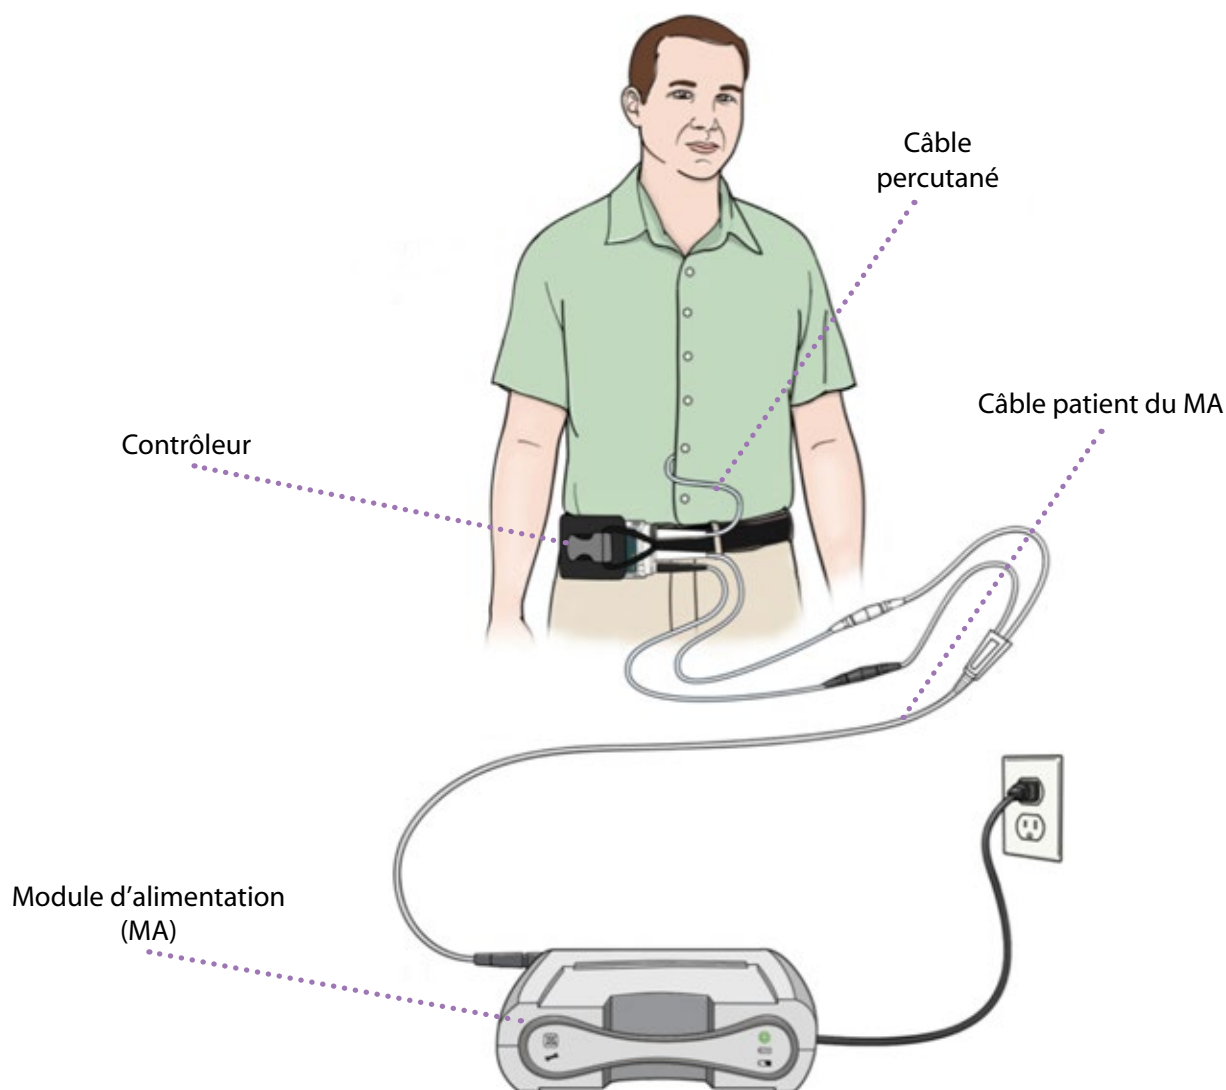

FIGURE 4 • Composantes du DAVG de type *Heart Mate II* - **RELIÉ AU MA**
Les paramètres de la pompe sont transmises par le contrôleur. La pompe et le contrôleur sont reliés ensemble par le câble percutané (Figure 4).
- ▶ le module d'alimentation (MA) connecté à une prise de courant (Figure 4).